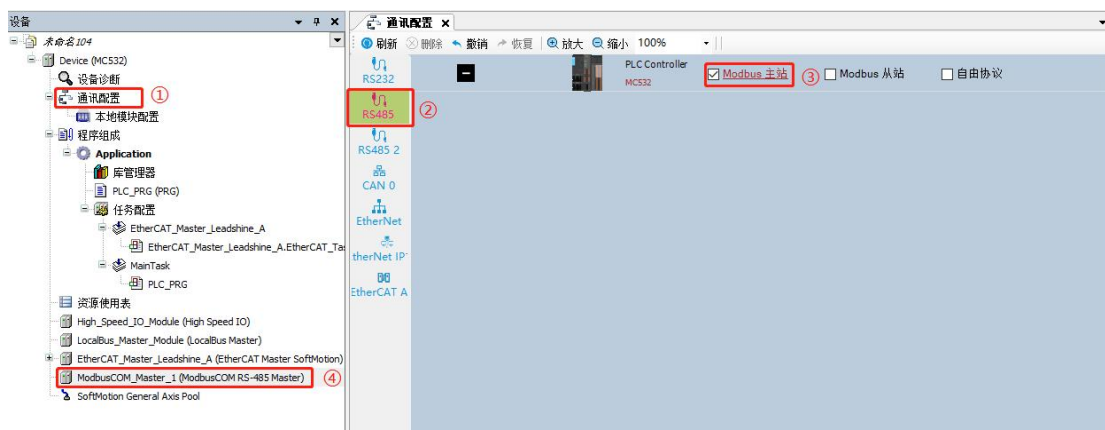

图 12.17 从站设备通讯数据
双击网络组态中的“通讯配置”，如图 12.17 所示，单击 PLC 设备，弹出所支持的通信协议的使能窗口。勾选“Modbus 主站”，使能后，变为红色。Modbus 主站使能后，左侧树中，出现了对应的通信配置，如图 12.17 中④处所示